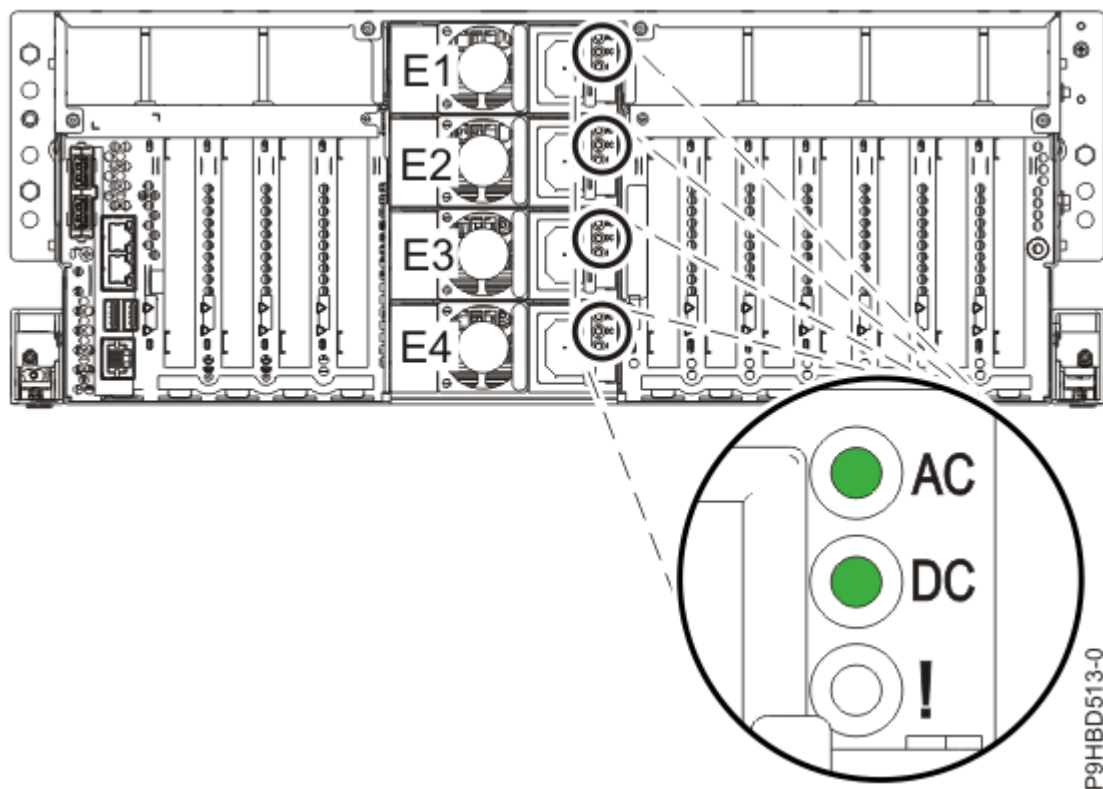
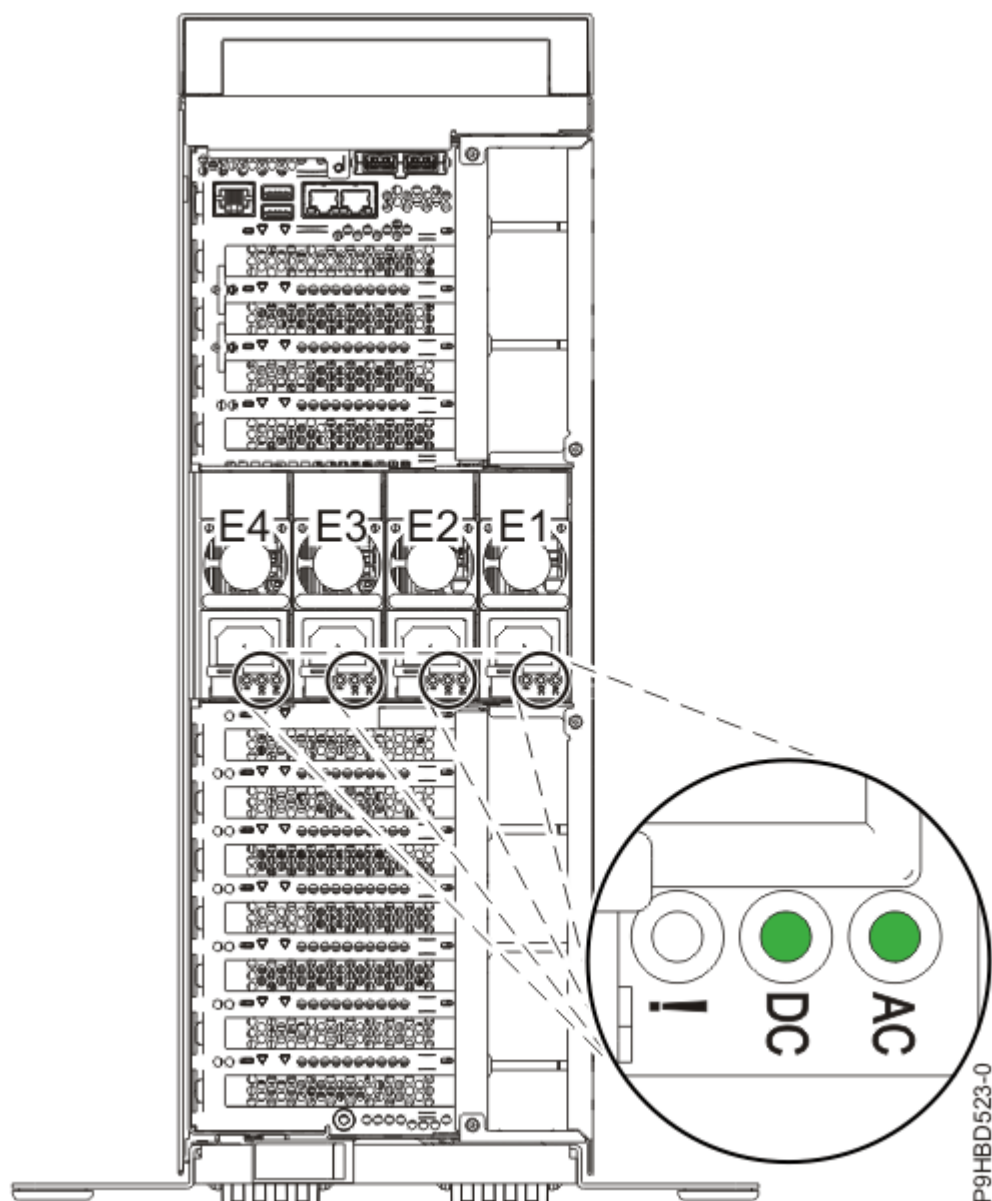

図 10. 動作中の電源装置 (ラック・マウント型システム) の LED
図 11. 動作中の電源装置 (スタンドアロン・システム) の LED
5. 再取り付けされた電源装置の LED の状態に注意してください (13 ページの図 10 または 14 ページの図 11 を参照)。